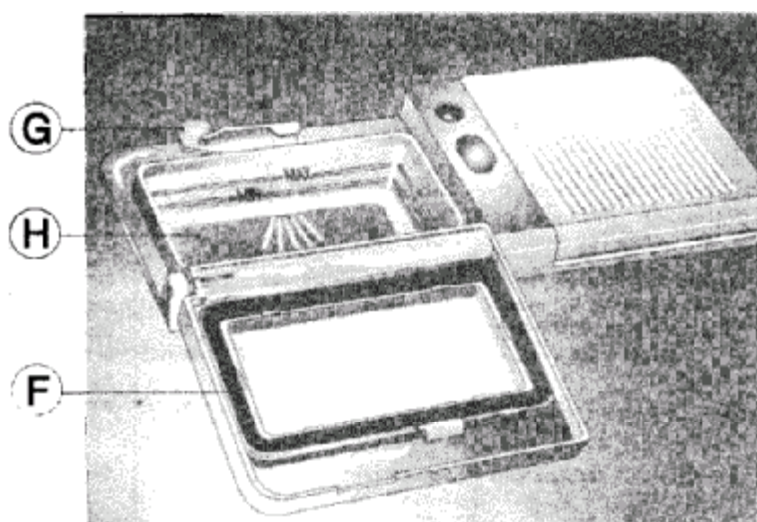

Рис.15
- 1) Вынуть центральный стаканчик (рис. 15)